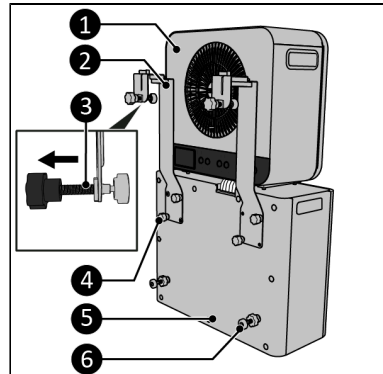

Abbildung 50.
1. Platzieren Sie das Innengerät (Abbildung 50, Pos. 1) lose auf dem Außengerät (Abbildung 50, Pos. 5).
2. Entfernen Sie die vier Schraubkappen (Abbildung 50, Pos. 4).
3. Befestigen Sie beide Caravan-Halterungen (Abbildung 50, Pos. 2) an der Außeneinheit indem Sie zwei Schrauben pro Halterung (Abbildung 50, Pos. 4) festziehen.
4. Achten Sie darauf, die Einstellschrauben (Abbildung 50, Pos. 3) so weit wie möglich herauszudrehen.
5. Befestigen Sie die Abstandshalter (Abbildung 50, Pos. 6) an der Außeneinheit (Abbildung 50, Pos. 5).
13. Stellen Sie sicher, dass das Außengerät waagrecht steht, indem Sie die Abstandsschrauben (Abbildung 50, Pos. 6) einstellen.